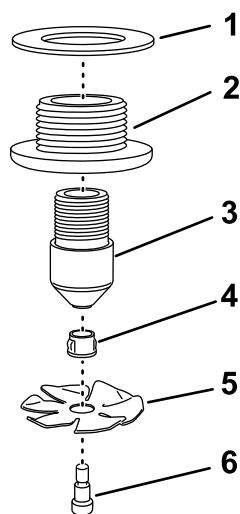

Рисунок 20
1. Установите на болт с буртиком промывочную крыльчатку и втулку (Рисунок 20).
- Установите промывочную крыльчатку, втулку и болт с буртиком на промывочное сопло (Рисунок 20).
- Вставьте промывочное сопло в сборе в переходной штуцер и затяните от руки (Рисунок 20).
- Установите прокладку на переходной штуцер (Рисунок 20).